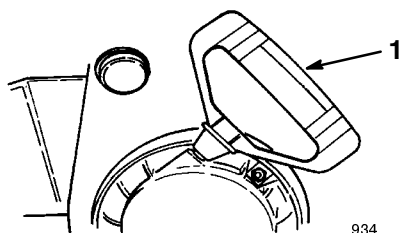

Figure 22
- **Démarrreur à lanceur** (Fig. 22)—Le lanceur se trouve à l'arrière du moteur. Tirez sur le lanceur pour mettre le moteur en marche.
- A. Prenez la poignée du lanceur (Fig. 22) et tirez-la lentement jusqu'à ce que vous sentiez une résistance, puis tirez vigoureusement pour lancer le moteur.